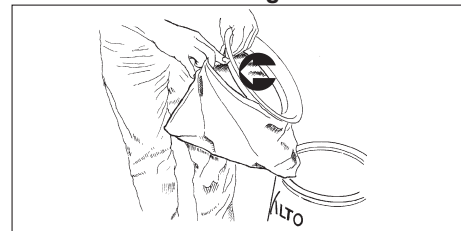

Abbildung 8
6. Stülpen Sie den Dacron-Filter über den Tuchfilter (siehe Abbildung 8).